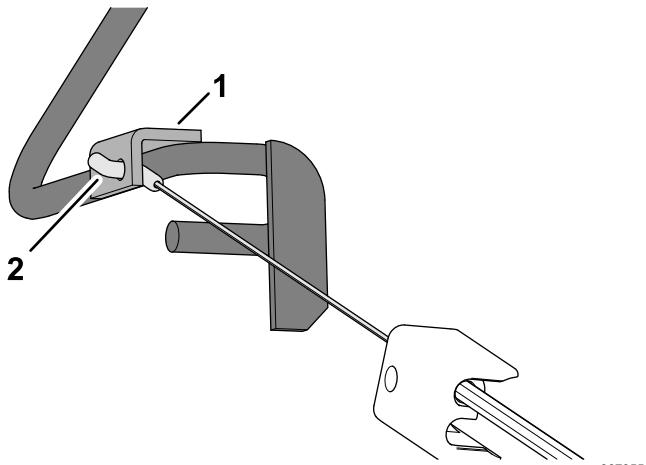

Bild 11
- Führen Sie das Anschlussstück des Kabelzugs durch das Loch in der Halterung des Schaltbügels, wie in Bild 11 dargestellt.